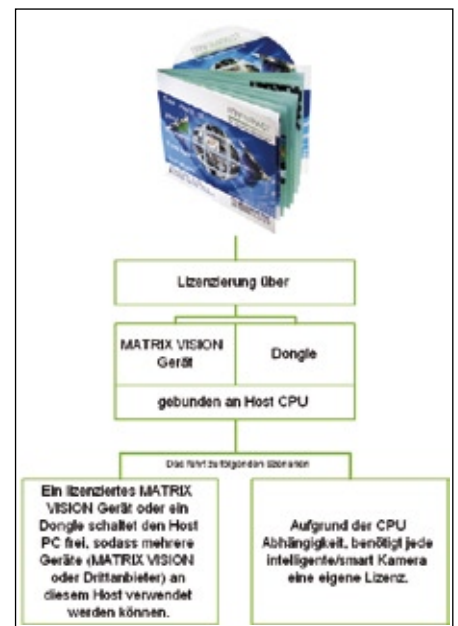

Abb. 2: mvImpact Hardware-abhängige Lizenzierung
Abb. 2: Zuerst befördert der Roboter (A) das Teil in die Metrologie-Station, wo es parallel beleuchtet und für die Bilderfassung gedreht wird (B). Dann platziert der Roboter das Teil im Greifer der Station für die Oberflächenprüfung (C). Während der Greifer das Teil dreht, nimmt der Roboter das nächste Teil vom Karussell auf. Wenn das Teil die Inspektion bestanden hat, lässt es der Greifer in die Rutsche für „gute Teile“ fallen (D); wenn es die Prüfung nicht bestanden hat, befördert es der Greifer in die Rutsche für Ausschuss.
Um mit den mvImpact-Modulen entwickeln zu können, wird einmalig eine mvImpact Develop-Lizenz und entweder eine Einzel-Lizenz des jeweiligen Moduls oder eine uneingeschränkte Lizenz benötigt. Eine Einzel-Lizenz ist an eine Hardware gekoppelt. Dies kann zum einen eine Hardware von Matrix Vision, zum anderen ein Dongle über parallele Schnittstellen oder über USB sein (Abb. 2). Uneingeschränkte Lizenzen sind nicht an eine Hardware gebunden, können auch für eigene Projekte genutzt werden und enthalten zusätzlich Support und Updates für das erste Jahr. Der Vorteil von uneingeschränkten Lizenzen besteht darin, dass zum Beispiel die wiederkehrende Generierung von Lizenzschlüsseln entfällt. Ein weiterer Vorteil des Lizenzmechanismus von mvImpact ist es, dass dieser auch für selbst geschriebene Module verwendet werden kann. Falls mehrere oder alle Standard-Module benötigt werden, bietet Matrix Vision mit dem mvImpact Toolkit auch ein Run-time Lizenz-Paket für alle Standard-Module an.